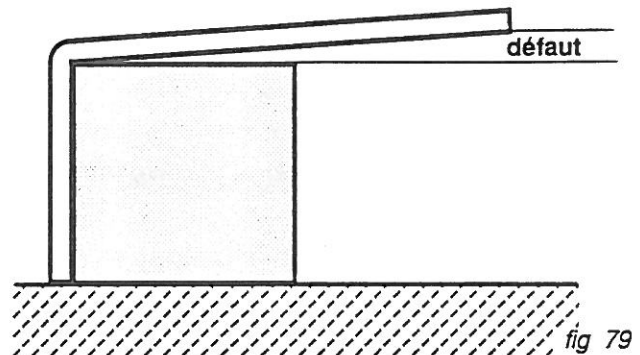

fig 79
- Si la pièce n'est pas maintenue en forme jusqu'à refroidissement complet, elle va toujours se "rouvrir" un peu. Une pièce pliée a toujours tendance à reprendre sa forme initiale (mémoire de forme) ; (fig. 79).